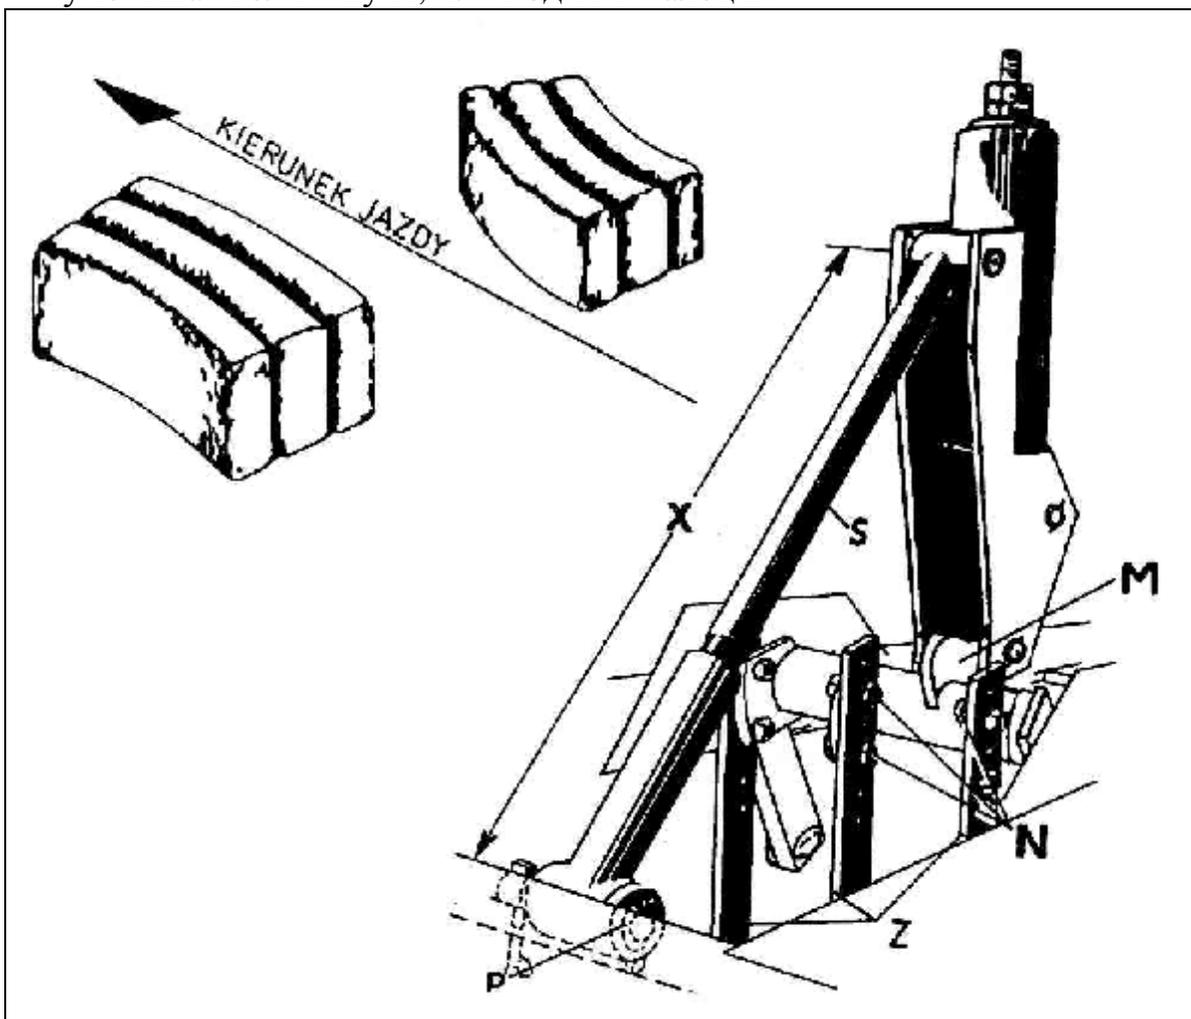

Рис. 36. Регулировка мотовила
- искривление рулонов влево (Рис. 36); регулировочный рычаг S отвинтить, увеличивая величину X, или опустить палец Z,